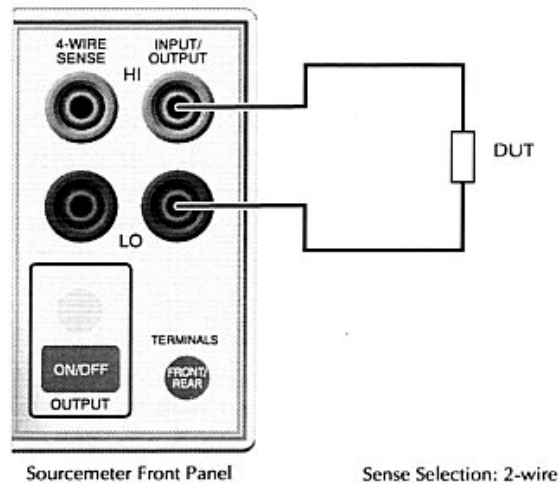
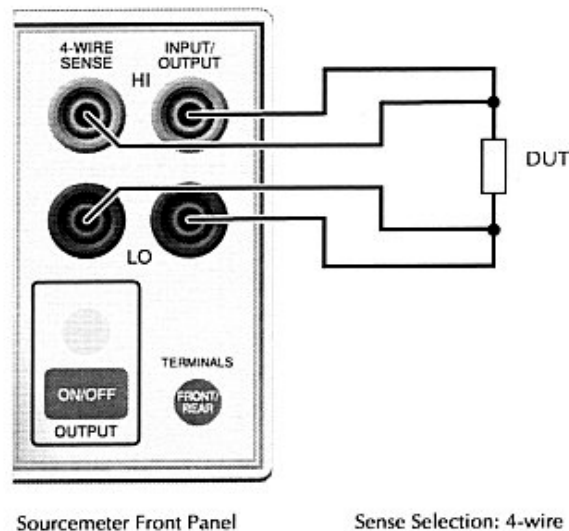

图 3-1 二线式接线图
图 3-2 四线式接线图
1. 接线如图 3-1。
- 1.做两线式量测接线如图 3-1；若做四线式量测接线如图 3-2。
- 1.接线如图 3-1。